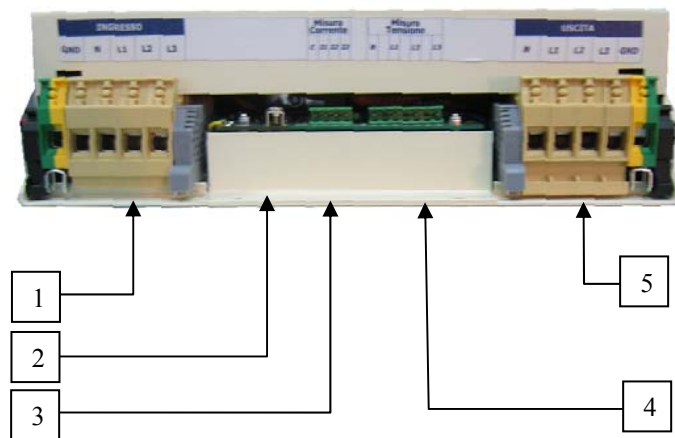

Figura 2-4
8. Collegare il cavo di terra all'apposito morsetto del PLF (vedasi figura 2.4).
9. Collegare i cavi d'uscita alla morsettiera d'uscita del PLF (vedasi figura 2.4).
10. Collegare i cavi d'ingresso alla morsettiera d'ingresso del PLF (vedasi figura 2.4).